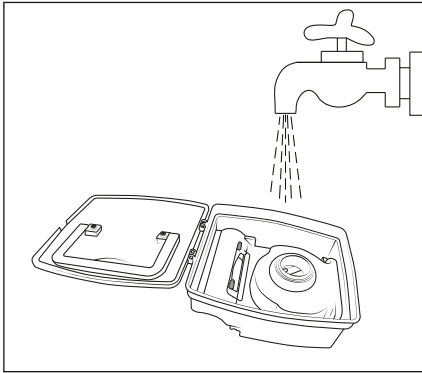

Abb. 10
- 5) Reinigen Sie den Staubbehälter **12** mit kaltem oder lauwarmem Wasser (siehe Abb. 10). Lassen Sie den Staubbehälter **12** vollständig an der Luft trocknen, bevor Sie ihn wieder in das Gerät einsetzen.